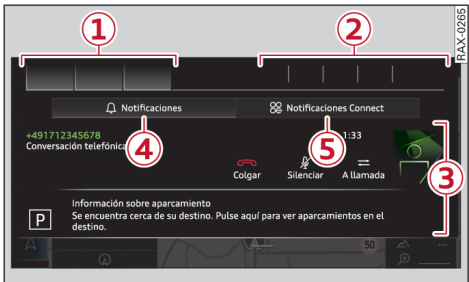

Fig. 16 Pantalla central: Central de notificaciones
③ ⇒ *fig. 16*, realizar ajustes rápidos ② y manejar funciones ①.